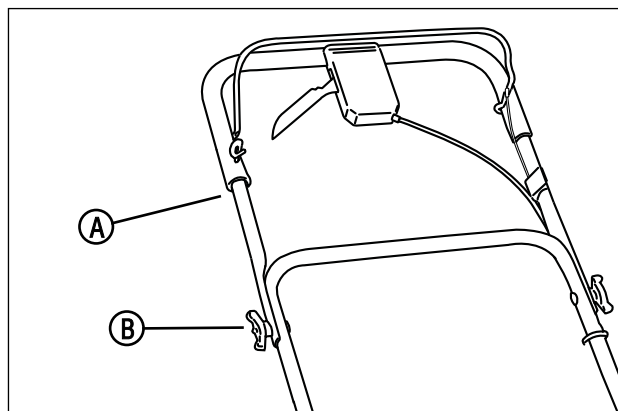

Figura 2: posizionamento dell'impugnatura superiore
4. Sollevare l'impugnatura superiore (**A, Figura 2**) portandola in posizione operativa (diritta). Serrare i dadi ad aletta (**B**).